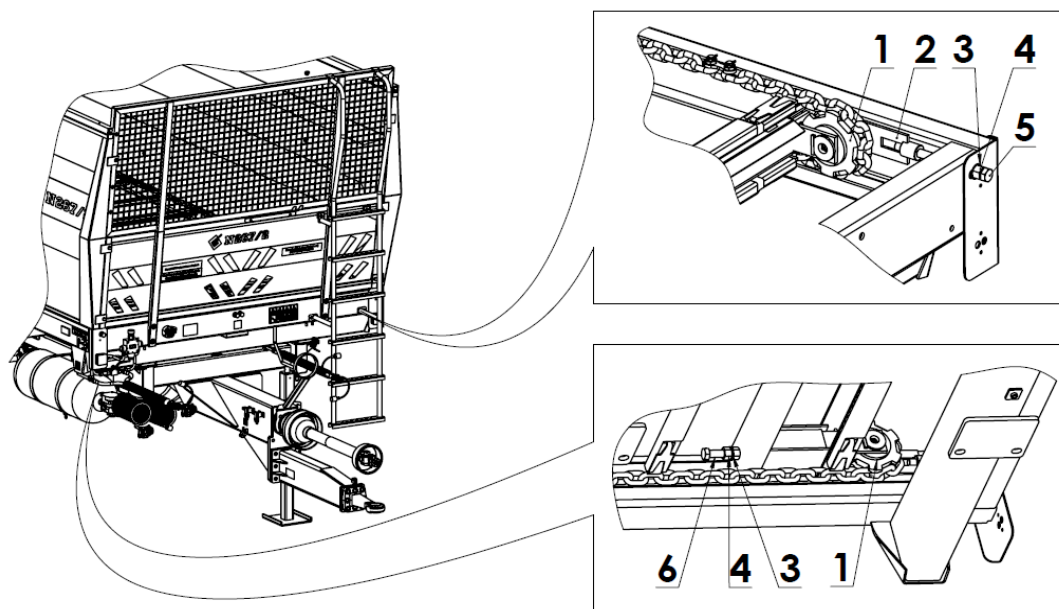

Abbildung 23. Spannen der Kratzbodenkette:
Die Spannung der Kratzbodenketten während des Betriebs muss täglich überprüft werden, insbesondere während der Inbetriebnahme. Das Spannen der Kratzbodenketten erfolgt mittels Stellschrauben an der Vorderseite des oberen Rahmenbalkens des Ladekastens – vgl. Bild 23. Um die Kettenspannung zu erhöhen, lösen Sie die Mutter (4) und drehen Sie die Spannschraube (5) mit einem Schraubenschlüssel, wodurch die Kette des Kratzbodens vom Kettenrad gespannt wird (1). Den Spannvorgang links und rechts vom Dungstreuer durchführen und dabei auf die gleiche Kettenspannung achten.